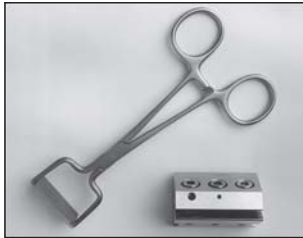

Fig. 26
- Unas pinzas especiales (Fig. 26) permiten cambiar las cuchillas también dentro de la criocámara a temperaturas muy bajas.